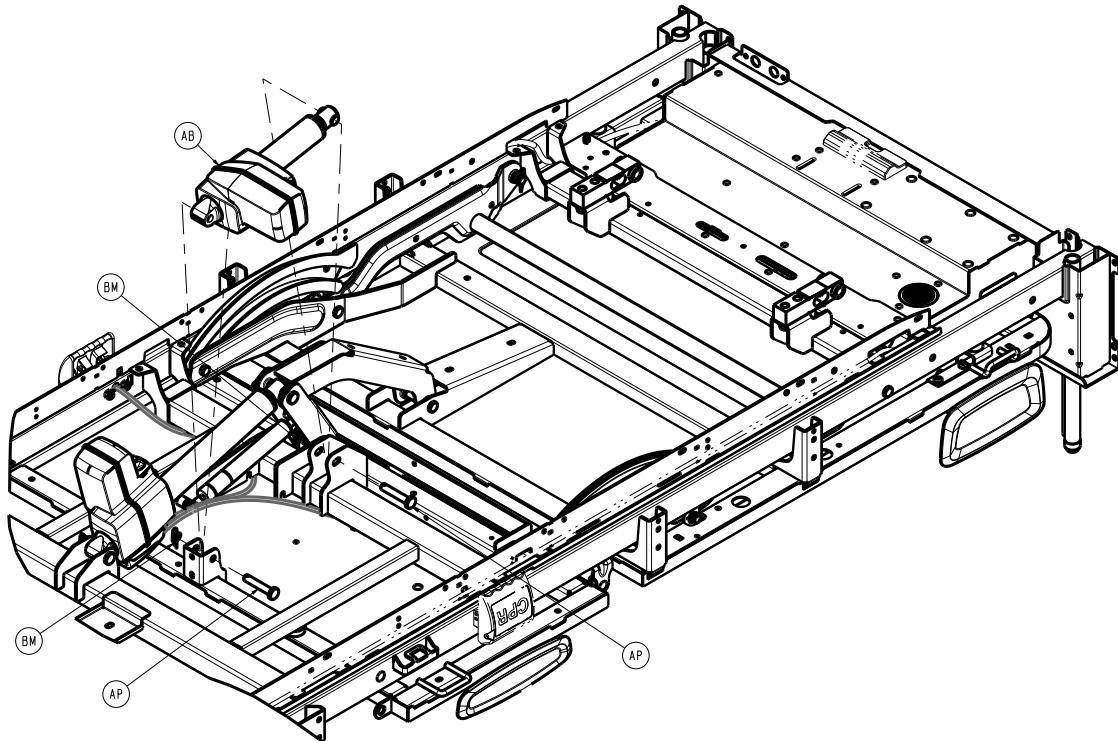

Figure 45 – Remplacement de l'actionneur du relève-jambes
6. À l'aide d'une pince à becs fins, retirer les deux goupilles bêta (BM) des deux axes à épaulement qui fixent l'actionneur du relève-jambes (AB) au plan de couchage et au châssis du relève-jambes (Figure 45). Conserver les goupilles bêta.
7. Soutenir l'actionneur. Retirer et conserver les deux axes à épaulement (AP) (Figure 45).